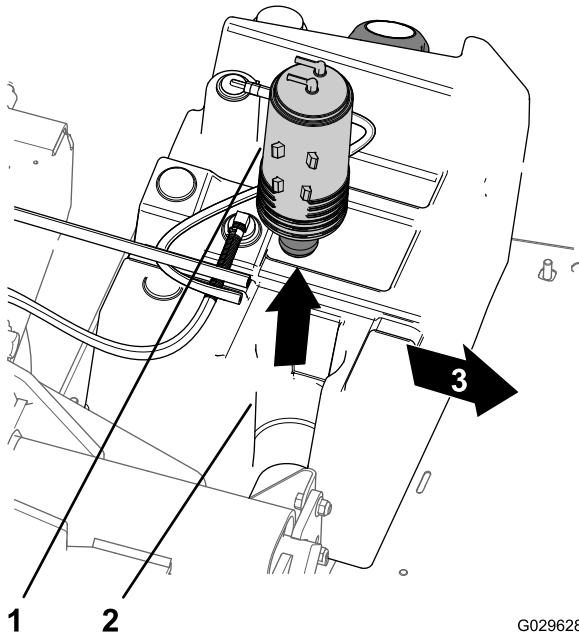

Bild 54
3. Heben Sie den Aktivkohlefilter aus der Aktivkohlefilter-Befestigung im Kraftstofftank (Bild 54).
7. Setzen Sie den neuen Aktivkohlefilter in die Aktivkohlefilter-Befestigung des Kraftstofftanks; die Anschlussstücke „Purge“ und „Fuel Tank“ müssen nach hinten ausgerichtet sein (Bild 54).